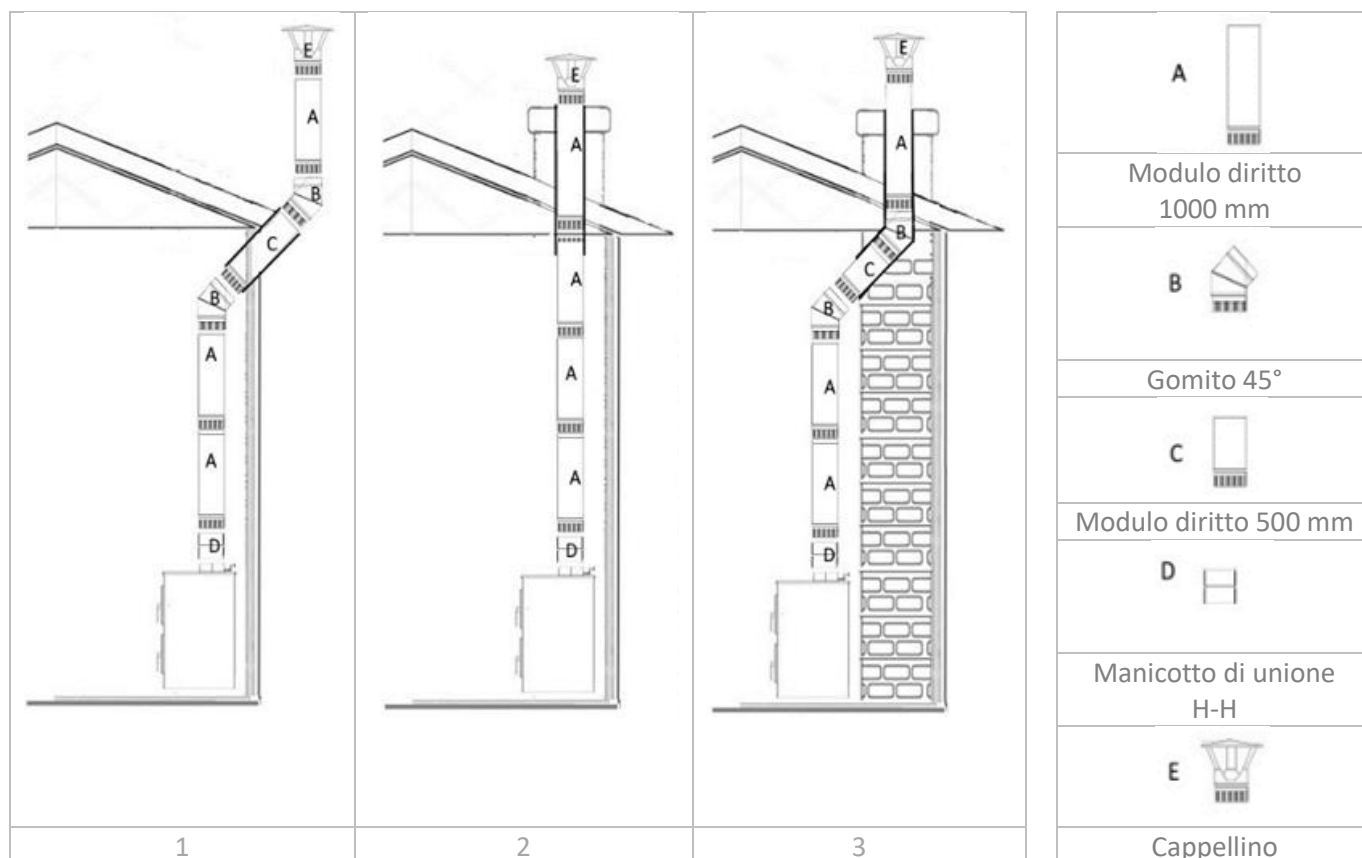

Figura 2
- 3. SEZIONE VERTICALE (A).** La lunghezza totale del tubo verticale necessario per raggiungere il tetto in caso di tiraggio naturale (depressione dei fumi) può variare da un'installazione all'altra, a seconda di diversi fattori, ma generalmente varia da circa 4 m a 6 m. Tuttavia, le prestazioni ottimali sono garantite con una depressione minima di circa ± 15 Pa (pascal).
- 4. CURVE (B).** Se sono necessarie curve (vedere disegni 1 e 2 nella Figura 2), i condotti saranno collegati tramite gomiti. Questi possono avere un'inclinazione massima di 45° e non devono essere ristretti. È inoltre necessario considerare quanto segue:
- 5. SEZIONE ORIZZONTALE (C).** Il condotto di collegamento o il tratto orizzontale del camino devono essere progettati con la lunghezza minima possibile, evitando il più possibile cambi di direzione e di sezione. A tal fine, è necessario tenere conto di quanto segue:
- 6. MANICOTTO DI RACCORDO (D).** Per il corretto collegamento del condotto verticale con il collare di uscita fumi m (maschio) della cucina, è necessario un raccordo h/h (femmina/femmina) in modo che l'estremità m (maschio del condotto verticale) sia rivolta verso il basso.